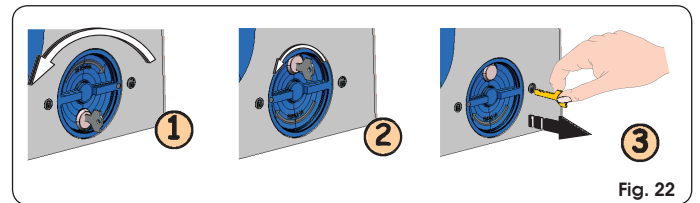

Fig. 22
1. Das Entriegelungssystem gegen den Uhrzeigersinn um etwa 180° entsprechend der Darstellung in Abb. 22, Bez. ① drehen.
2. Den Schlüssel gegen den Uhrzeigersinn drehen, Abb. 22 Bez. ② und aus dem Schloss herausziehen, siehe Darstellung in Abb. 22 Bez. ③.